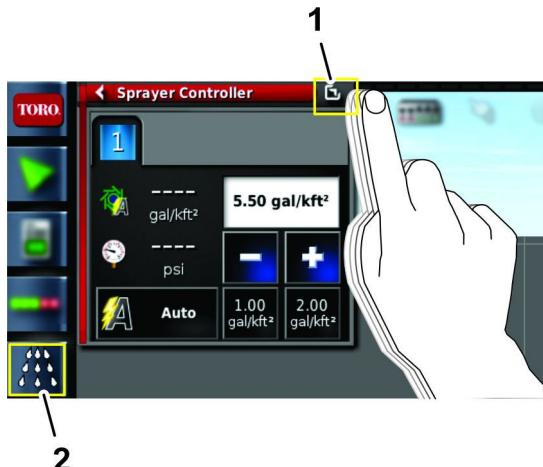

図 45
- 散布レートコントローラアイコンを押し、次に、散布コントローラのウィンドウの右上にある全画面アイコンをスワイプなでるする図 45。